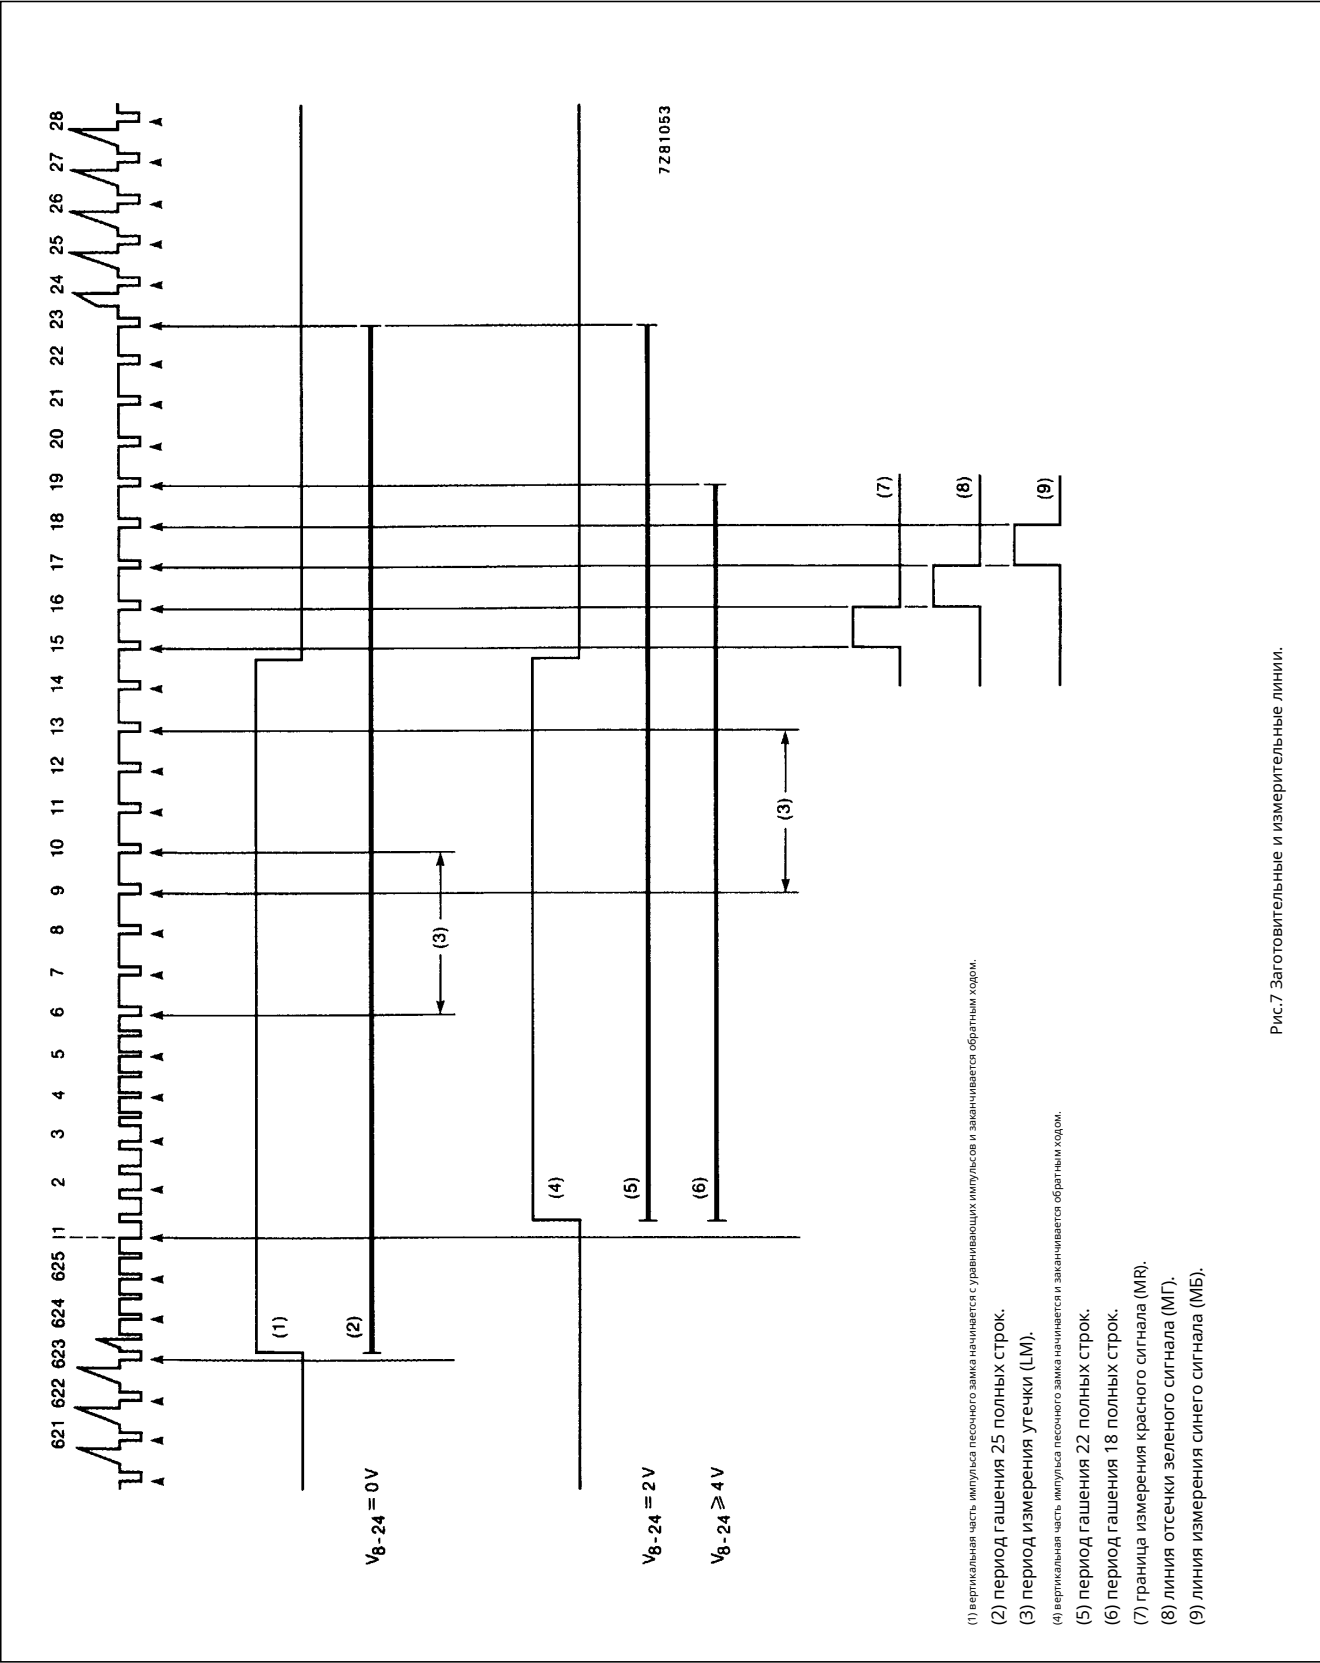

Рис.7 Заготовительные и измерительные линии.
12. Указанные времена гашения действительны для вертикальной части импульса песочного замка длиной от 9 до 15 строк. Если вертикальная часть длиннее и линии среза находятся за пределами периода вертикального гашения, равного 18, 22 или 25 строк соответственно, гашение сигнала заканчивается с окончанием последнего из трех измерительных импульсов среза, как показано на рис. .7.